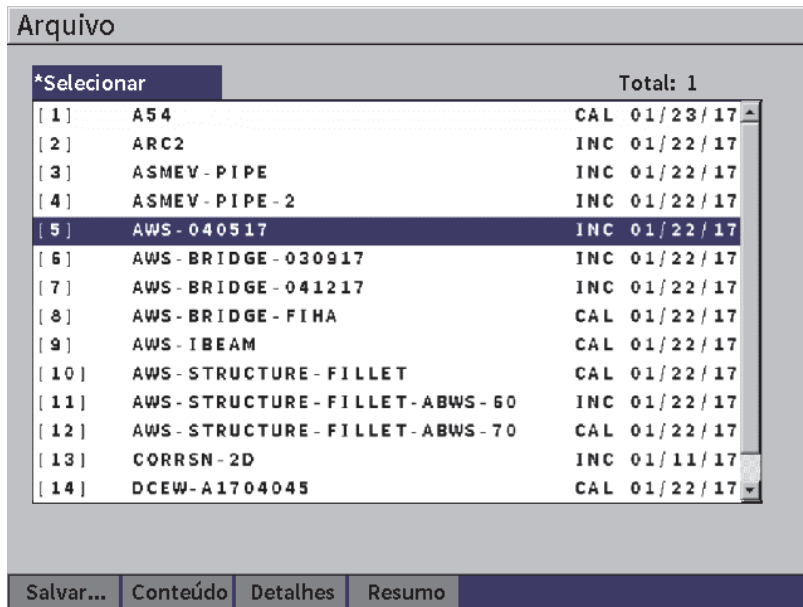

Figura 9-4 Página de configuração Arquivo
1. No menu **Configurações** selecione o ícone Arquivo para abrir a página de configuração **Arquivo** (veja Figura 9-4 na página 131).
1. Com o arquivo selecionado marcado, pressione o botão Enter e, em seguida, pressione o botão Tab para marcar o botão **Salvar como** (veja Figura 9-4 na página 131).